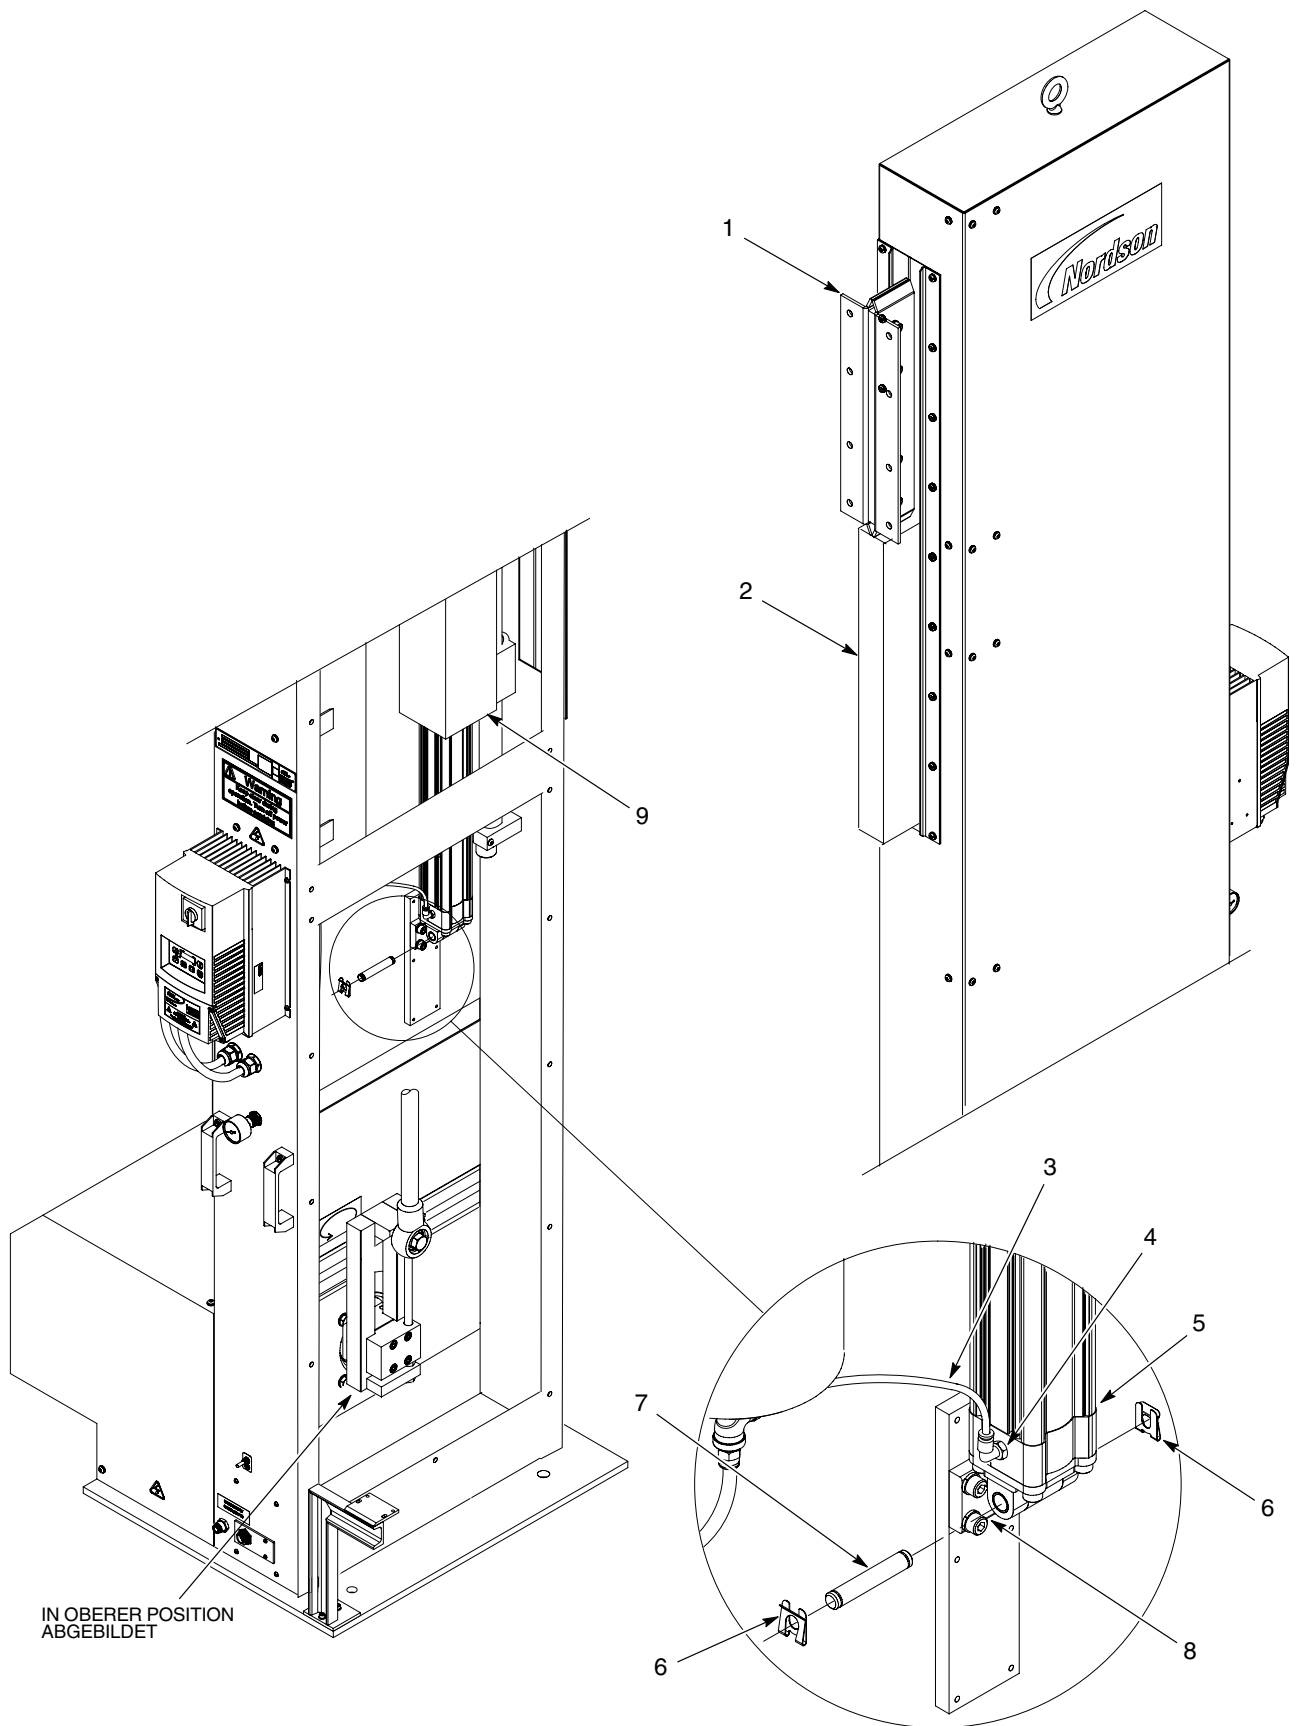

Abb. 15 Luftzylinder abnehmen
1. Siehe Abbildung 15. Pistolen und Pistolenbefestigungen von der Halterung (1) des Pistolenwagens abnehmen.
2. Den Pistolenwagen (1) in die obere Position bewegen. Den Pistolenwagen (1) mit einem Block (2) wie abgebildet in dieser Position fixieren.
4. Die Luftleitung (3) von der Luftzylinderverschraubung (4) trennen.
5. Die Klemmen (6) und den Stift (7) abnehmen, mit denen der Luftzylinder (5) an der Halterung (8) befestigt ist. Den Luftzylinder vom Halterrohr (9) der Lagerbaugruppe abnehmen.
6. Den Pistolenwagen (1) in die untere Position bewegen, indem der Block (2) vorsichtig entfernt wird.